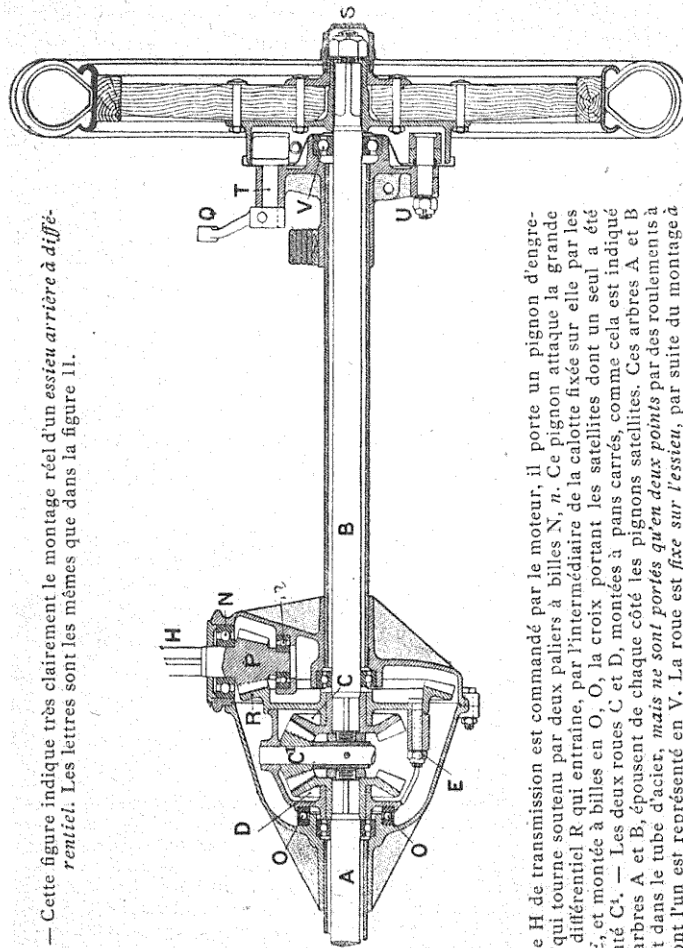
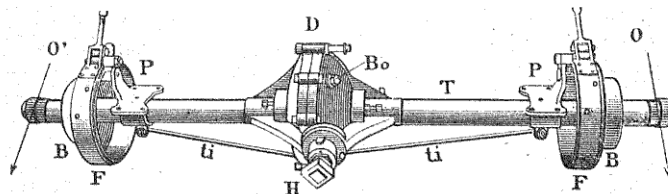

Fig. 12. — Cette figure indique très clairement le montage réel d'un essieu arrière à différentiel. Les lettres sont les mêmes que dans la figure 11.
Fig. 13. — Essieu arrière à différentiel.
née par l'arbre H, qui reçoit la puissance du moteur et tourne dans le sens de sa flèche, entraînant tout l'ensemble. Tous les engrenages sont enfermés dans un carter étanche rempli d'huile à moitié jusqu'au niveau des axes A et B ; les axes A et B qui vont aux roues et que l'on voit nus dans la figure 11 sont, en réalité, contenus dans un épais tube d'acier T (fig. 12), qui fait corps avec le carter du différentiel D et soutient les ressorts par l'intermédiaire des patins P
(fig. 13). C'est dans ce tube et monté sur des paliers à billes V que tourne (fig. 12) l'axe moteur sur lequel les roues sont montées à *pans carrés de façon absolument fixe*. Donc, l'essieu arrière est un *tube porteur* rigide contenant un *essieu moteur* des roues, sur lequel sont *fixées* les roues, lequel essieu est scindé en son milieu par la présence du différentiel.
L'huile pour moteur est ce qui convient le mieux. Il est nécessaire de ne pas dépasser le niveau des arbres A et B (fig. 12), si on ne veut pas voir l'huile déborder par l'extrémité V (fig. 12) et graisser les freins qui ne serreront plus, ou couler sur les pneumatiques qu'elle attaquera.
Les paliers des roues arrière V (fig. 12) sont, en général, graissés par l'huile du différentiel; il arrive parfois que le constructeur a disposé au-dessus de ces paliers des graisseurs supplémentaires.
**Sur une voiture usagée, comment s'assurer de l'état du différentiel sans démontage?** — Levez une des roues avec un cric. Immobilisez le différentiel en mettant le changement de vitesse en un point quelconque ou en faisant tenir l'arbre des cardans à la main, en H, et faites aller et venir la roue soulevée. L'arbre H de la figure 12 étant immobile, la roue ne doit pas pouvoir osciller de plus de l'intervalle existant entre deux rais à la jante au maximum. Répétez l'opération pour l'autre roue. Auscultez le roulement, il ne doit se faire entendre aucun grincement